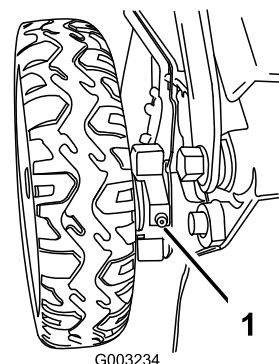

Figura 39
1. Limpie con un trapo limpio los puntos de engrase situados justo dentro de las ruedas traseras (Figura 39).